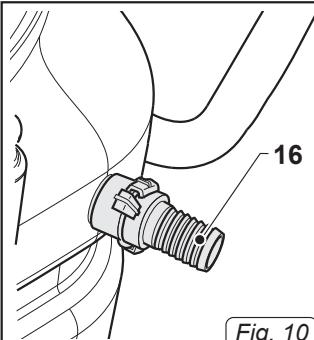

Fig. 10
- Collegare un tubo flessibile al bocchettonne di scarico da 30 mm (16 Fig. 10).